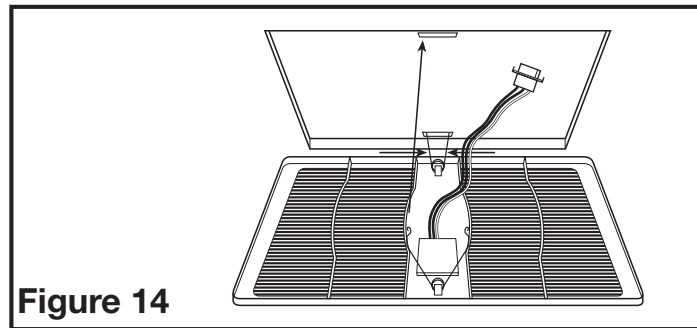

Figure 14
- 4b. **MODÈLES DÉTECTION DE MOUVEMENT:** Installez la grille en pressant le ressort le plus loin possible du détecteur de mouvement et installez-le dans la fente la plus éloignée du compartiment de fil sur le logement du ventilateur. Attachez le cordon de 3 broches à connexion rapide à partir du capteur de mouvement sur le gril soit au câblage installé à l'étape 2a (les modèles à une vitesse) ou au connecteur de la partie supérieure du compartiment de fil (modèles à deux vitesses). Ce cordon ne s'adapte que d'une seule façon dans le connecteur. Installez l'autre ressort en place et poussez la grille en position (Figure 14).